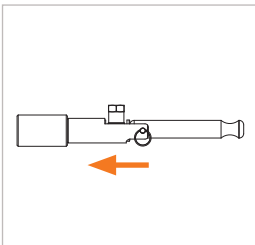

Abbildung 4
- ▶ Greifen Sie den Adapter am Grundgerät (Pos. 1) und stecken Sie ihn gerade und bis zum Anschlag auf den Prüfling auf (*Abbildung 4*). Dadurch wird eine Beschädigung der Frontdichtung durch eventuell scharfe Kanten am Prüfling vorgebeugt und das richtige Anschließen gewährleistet.